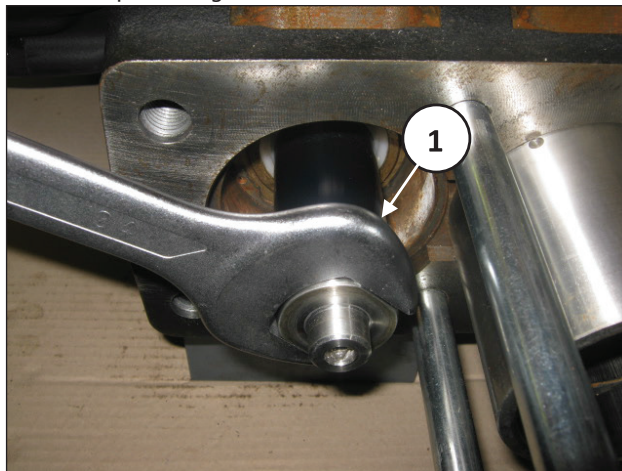

Fig. 128
Dopo aver smontato testata, liberare i distanziali come indicato in pos. ①, Fig. 128.